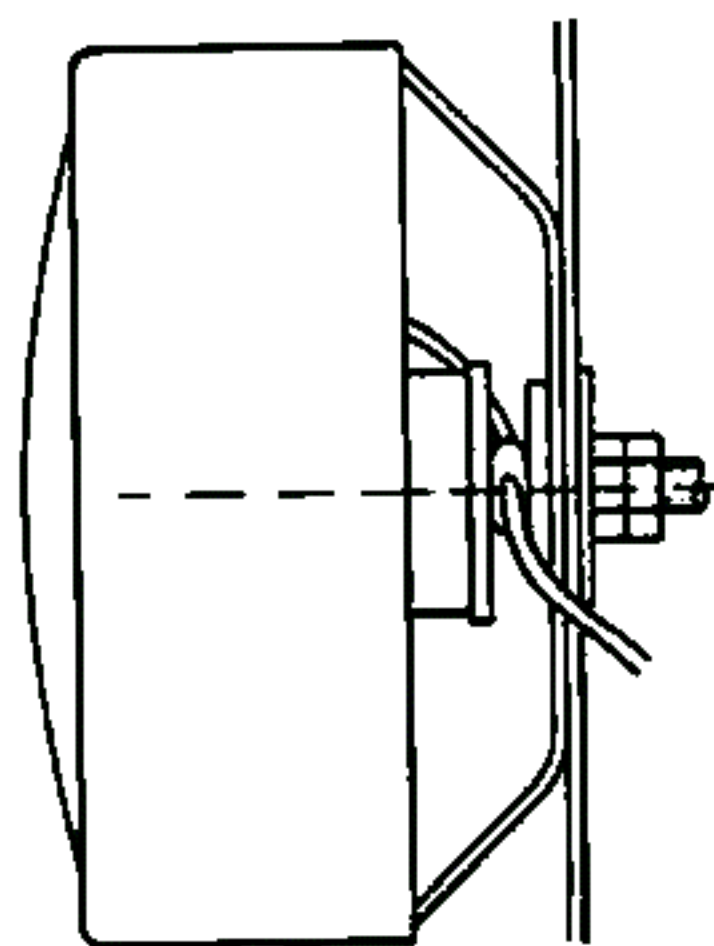

Fig. 3
- c. Verwijder de twee moeren weer en bevestig de luidspreker overeenkomstig fig. 3 tegen de scheidingswand.